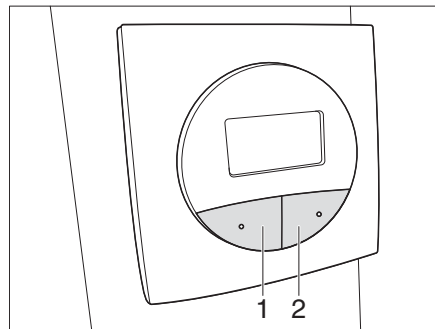

Bild 39 Panel satellitsystem Teleco
- Tryck på SAT-knappen (Bild 39,2) **två gånger**. Satellitsystemet körs ut och söker automatiskt efter den inställda satelliten.
- Tryck på knappen PARK (Bild 39,1). Satellitsystemet körs in.